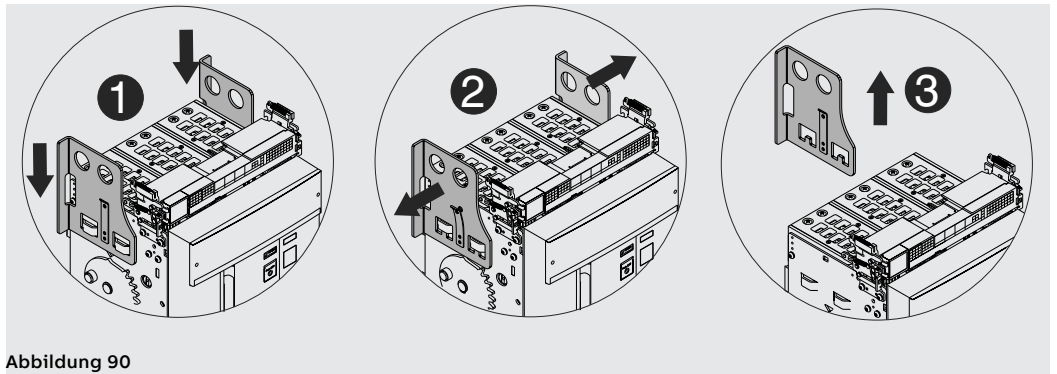

Abbildung 90
5. Die Lasche ausrasten lassen und die Hebeplatten vom beweglichen Teil abnehmen. Siehe Abbildung 90.